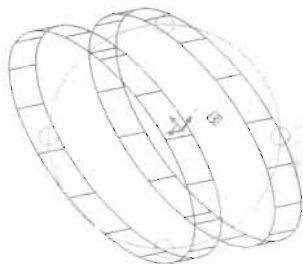

图 12-72
(5) 执行“视图>动态观察>自由动态观察”菜单命令，调整到合适的观察角度，如图 12-72 所示。